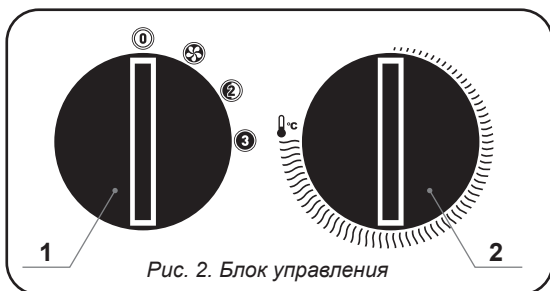

Рис. 2. Блок управления
6.1. Перед включением тепловентилятора в сеть ручка переключателя режимов 1 (рис. 2) должна находиться в положение «0» (⓪), а ручка терморегулятора 2 повернута в крайнее против часовой стрелки положение.